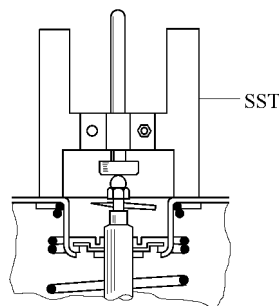

图 15-46 测量加力器推杆和销子头部之间的间隙
2) 翻转其专用工具，使位于加力器上，测量加力器推杆和销子头部之间的间隙，如图 15-46 所示。